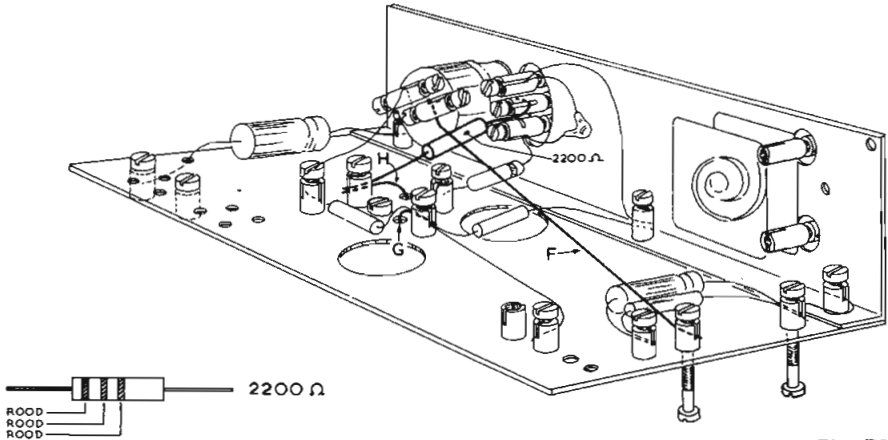

Fig. B5
10. Sluit vervolgens de weerstand van 2200 ohm aan volgens figuur B5. Zorg er voor, dat alles wat in figuur B4 met dikke lijnen is getekend, dicht tegen de bruine montageplaat aan ligt, behalve natuurlijk leiding A en de weerstand van 2200  $\Omega$ . We gaan nu namelijk een draad F aanbrengen, die boven de reeds aangebrachte onderdelen moet komen. Het spreekt vanzelf, dat de aansluitdraden van onderdelen en leidingen elkaar nergens buiten de klemmen mogen raken.
11. Monteer nu dus leiding F volgens figuur B5 en zorg er voor, dat deze draad alleen contact maakt met de klem aan de schakelaar en de klem rechts op de montageplaat.
13. Breng nu de drie elektrolytische condensatoren van  $10 \mu\text{F} - 16 \text{ V}$  op hun plaats (fig. B6). Let natuurlijk weer op de juiste stand. Zorg er ook voor, dat ze precies op de plaats komen, die in de tekening is aangegeven, anders kun je straks de andere onderdelen niet goed monteren. De aansluitdraden, aangeduid met de letters G en H, gaan door gaten in de isolatieplaat naar klemmen aan de onderzijde. In fig. B5 kun je deze aansluitdraden weer terug vinden bij de letters G en H.